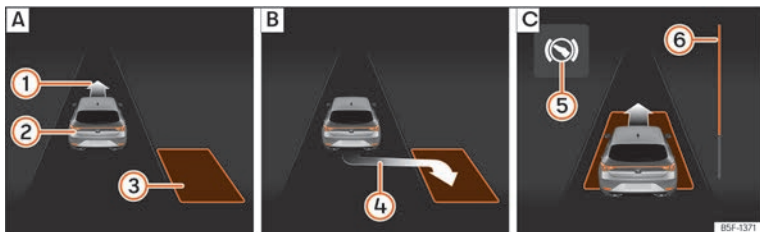
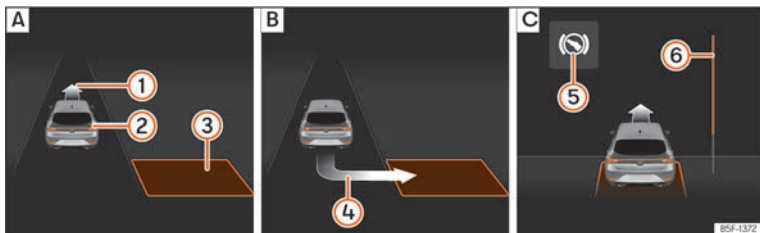

Fig. 202 En la pantalla del cuadro de instrumentos: aparcar en línea. **[A]** Buscar un hueco de aparcamiento. **[B]** Posición para aparcar. **[C]** Maniobrar.
Fig. 203 En la pantalla del cuadro de instrumentos: aparcar en batería. **[A]** Buscar un hueco de aparcamiento. **[B]** Posición para aparcar. **[C]** Maniobrar.
- Mire en la visualización de la pantalla del cuadro de instrumentos si se ha detectado el hueco como “apropiado” y si ha alcanzado la posición correcta para aparcarse »»» fig. 202 **[B]** o »»» fig. 203 **[B]**. El hueco habrá sido consi-
- Retroceda hasta que suene la señal continua del ParkPilot; **O BIEN:** retroceda hasta que en la pantalla del cuadro de instrumentos aparezca la indicación de dar marcha adelante »» fig. 202 [C] o »» fig. 203 [C]; **O BIEN:** retroceda hasta que en la pantalla del cuadro de instrumentos aparezca el mensaje **Park Assist finalizado**. La barra de progreso ⑥ indica la distancia que hay que recorrer »» pág. 311.
- Pise el pedal del freno hasta que el sistema de aparcamiento asistido termine de realizar los giros del volante; **O BIEN:** hasta que se apague el símbolo ⑤ en la pantalla del cuadro de instrumentos.
adelante y marcha atrás hasta centrarlo en el hueco »» fig. 202 [C] o »» fig. 203 [C].
»» fig. 202 ⑥ y »» fig. 203 ⑥ muestra simbólicamente en la pantalla del cuadro de instrumentos la distancia relativa que aún queda por recorrer. Cuanto mayor es la distancia, más llena está la barra de progreso. Al circular marcha adelante, el contenido de la barra de progreso disminuye hacia arriba, y al circular marcha atrás, disminuye hacia abajo.